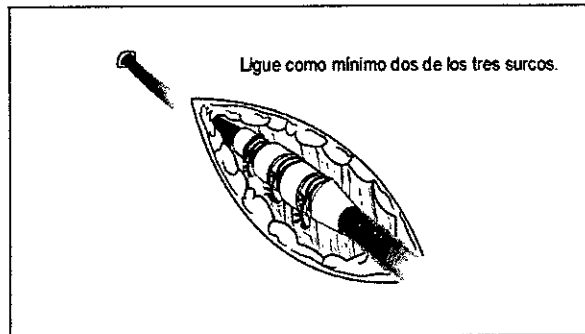

Figura 8. Uso del manguito con la técnica de implante percutáneo.
1. Pele la vaina introductora y deslice el manguito de sutura profundamente hacia el interior del tejido (Figura 8).